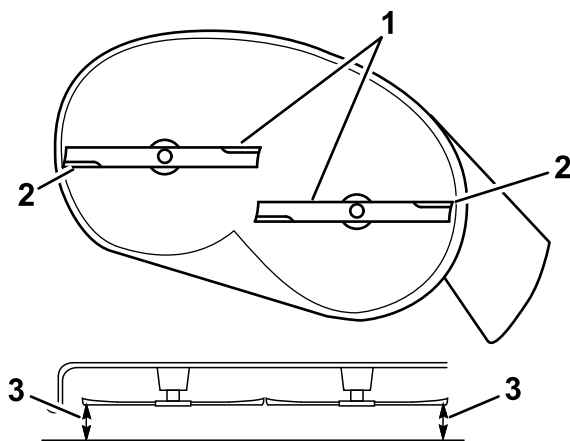

Bild 65
- Messen Sie den Abstand zwischen den äußeren Schnittkanten und der ebenen Oberfläche (Bild 65).